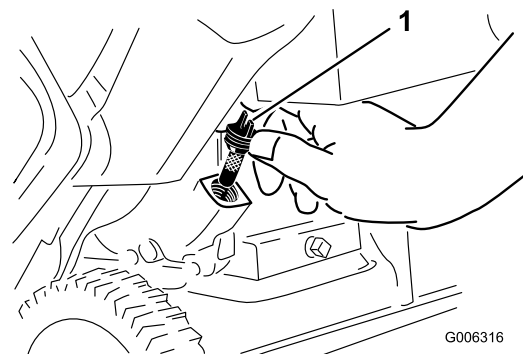

Figure 30
7. Dévissez et retirez le bouchon de remplissage (Figure 30).
6. Nettoyez la surface autour du bouchon de remplissage (Figure 30).